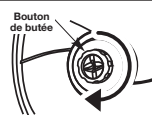

Fig. 12
1. Tournez le bouton de bosse dans le sens des aiguilles d'une montre jusqu'à ce que toute la ligne soit à l'intérieur de la tête de découpage (Fig. 12).
3. Tenez la tige de bobine, tournez le bouton de bosse dans le sens des aiguilles d'une montre pour enrouler la ligne autour de la bobine jusqu'environ à 5 po. (12,7 cm) dépasse de chaque côté de la tête de découpage. (Fig. 12)
2. Relâchez le levier d'accélérateur et laissez le moteur au ralenti. Si le moteur s'arrête, utiliser un petit tournevis cruciforme pour tourner la vis de ralenti dans le **sens horaire**, 1/8 de tour à la fois (autant de fois que nécessaire), jusqu'à ce que le ralenti du moteur soit régulier (fig. 12).